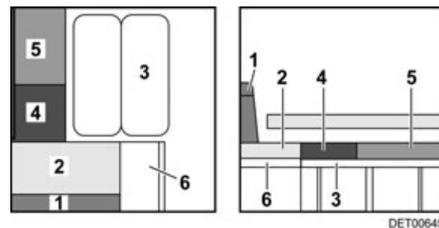

Fig. 143 Durante la transformación
- Plegar la prolongación del banco de asiento (Fig. 143,6) hacia arriba y colocar una cuña con la trampilla.